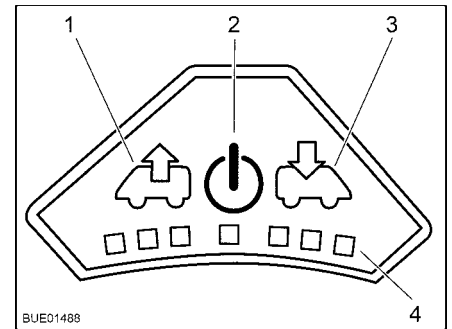

Fig. 116 Panneau de commande du ventilateur
**Allumer :** ■ Appuyer sur la touche Marche/Arrêt (Fig. 116,2). Le ventilateur fonction en mode confort (aération à faible vitesse de rotation).
- Pour augmenter la vitesse de rotation du ventilateur : Appuyer sur la touche Ventiler (Fig. 116,1). La vitesse de rotation du ventilateur augmente d'un niveau de puissance dans le sens de l'échappement. Les DEL (Fig. 116,4) montrent les niveaux de puissance.
- Pour réduire la vitesse de rotation du ventilateur : Appuyer sur la touche Aérer (Fig. 116,3). La vitesse de rotation du ventilateur diminue d'un niveau de puissance.
- Pour augmenter la vitesse de rotation du ventilateur : Appuyer sur la touche Aérer (Fig. 116,3). La vitesse de rotation du ventilateur augmente d'un niveau de puissance dans le sens de l'aération. Les DEL (Fig. 116,4) montrent les niveaux de puissance.
- Pour réduire la vitesse de rotation du ventilateur : Appuyer sur la touche Ventiler (Fig. 116,1). La vitesse de rotation du ventilateur diminue d'un niveau de puissance.
- Appuyer sur la touche Marche/Arrêt (Fig. 116,2). Le ventilateur s'arrête, les DEL s'éteignent.